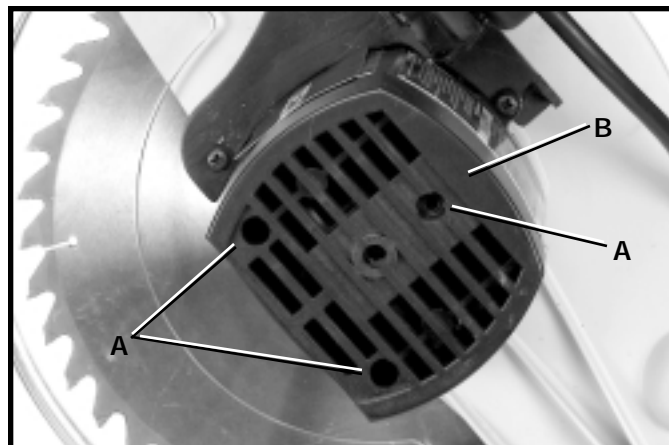

Fig. 46
2. Enlevez les trois vis (A) fig. 46 et enlevez le couvercle du moteur (B).